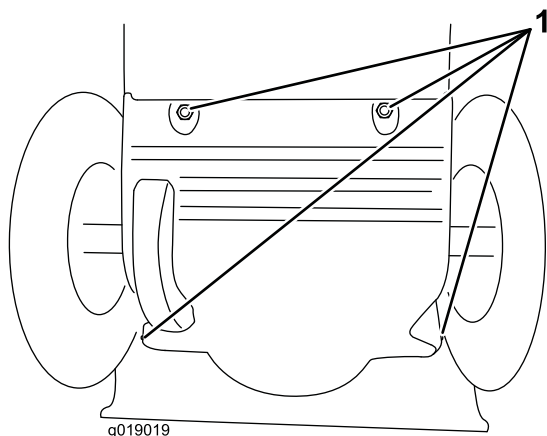

Figure 37
3. Retirez le couvercle arrière (Figure 37).